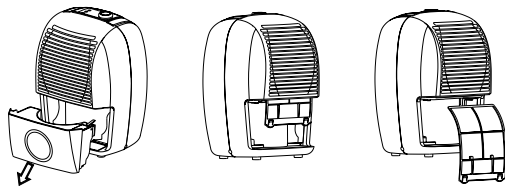

Рис. 7.
- Возьмитесь за нижнюю часть фильтра и потяните его вниз (см. Рис. 7). Очистите фильтр при помощи теплой, мыльной воды. Прополоскайте фильтр и дайте ему просохнуть перед обратной установкой. Не чистите фильтр в посудомоечной машине.